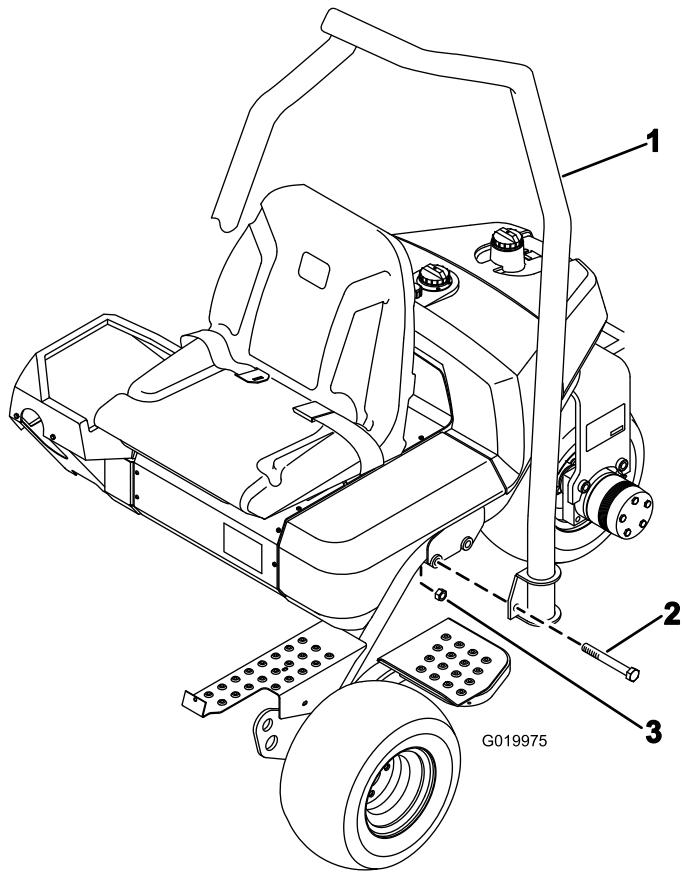

图7
1. 调整 ROPS 的位置使钢管的顶部弯向机器前面 图7。
2. 将 ROPS 放低到机架上使其与安装孔对齐 图7。
3. 如 图7 所示用 2 个螺栓 $\frac{5}{8} \times 4\frac{1}{2}$ 英寸和锁紧螺母将 ROPS 的两侧固定到机架上。上紧扭矩至 183223N·m。